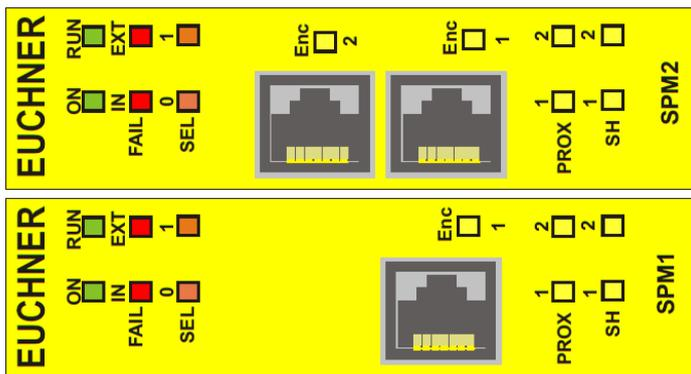

Fig. 29 : Modules de surveillance de vitesse SPM1, SPM2
8.3.14. Modules SPMO – SPM1 – SPM2 (Fig. 29)